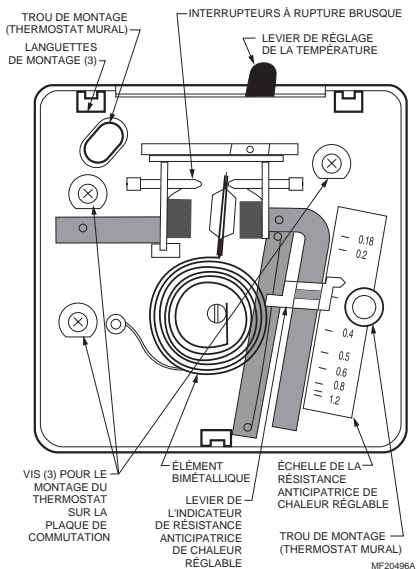

Fig. 1. Vue de l'intérieur du T812 avec résistance anticipatrice de chaleur réglable.
3. Dévisser les trois vis sous le couvercle du thermostat pour retirer le thermostat de la plaque de commutation. Voir la Fig. 1.
9. Monter le thermostat sur la plaque de commutation du thermostat à l'aide des trois vis. Voir la Fig. 1.
Placer le levier de réglage de la température au point de consigne voulu (voir la Fig. 1) pour assurer la régulation à la température désirée. (Sur les modèles avec position de fermeture (OFF), le circuit de commande s'ouvre lorsque le levier est déplacé à la valeur la plus basse de l'échelle de température.)
Pour un rendement optimal, le réglage des modèles munis d'une résistance anticipatrice de chaleur réglable doit correspondre à celui de l'appel de courant de l'appareil de commande. Pour effectuer le réglage, placer le levier de l'indicateur de la résistance anticipatrice au point de l'échelle correspondant à l'intensité nominale de l'appareil de commande. Voir la Fig. 1.